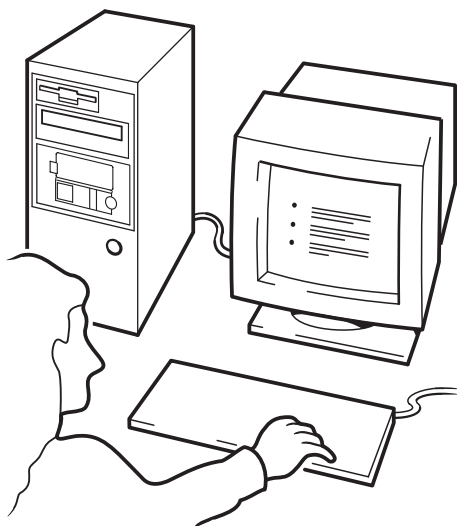

Figure 17c : hp obdr, étape 3
- 3 Pour configurer le système d'exploitation, suivez les instructions qui s'affichent à l'écran (voir figure 17c). Ces instructions varient en fonction du logiciel de sauvegarde. En règle générale, vous pouvez accepter la réponse par défaut pour tous les messages : appuyez simplement sur <Entrée>, par exemple.